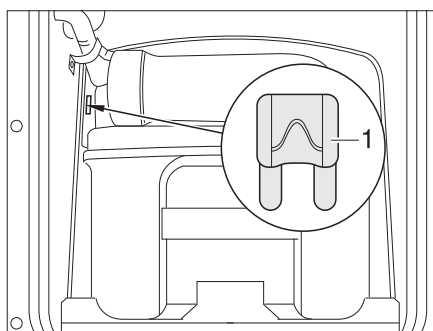

Fig. 95 Fusible del inodoro Thetford
- Cambiar el fusible (Fig. 95,1).